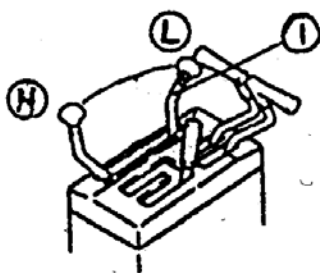

Рис. 2-4.
2.2.2.1 Рычаг управления подачей топлива (1) (Рис. 2-4)